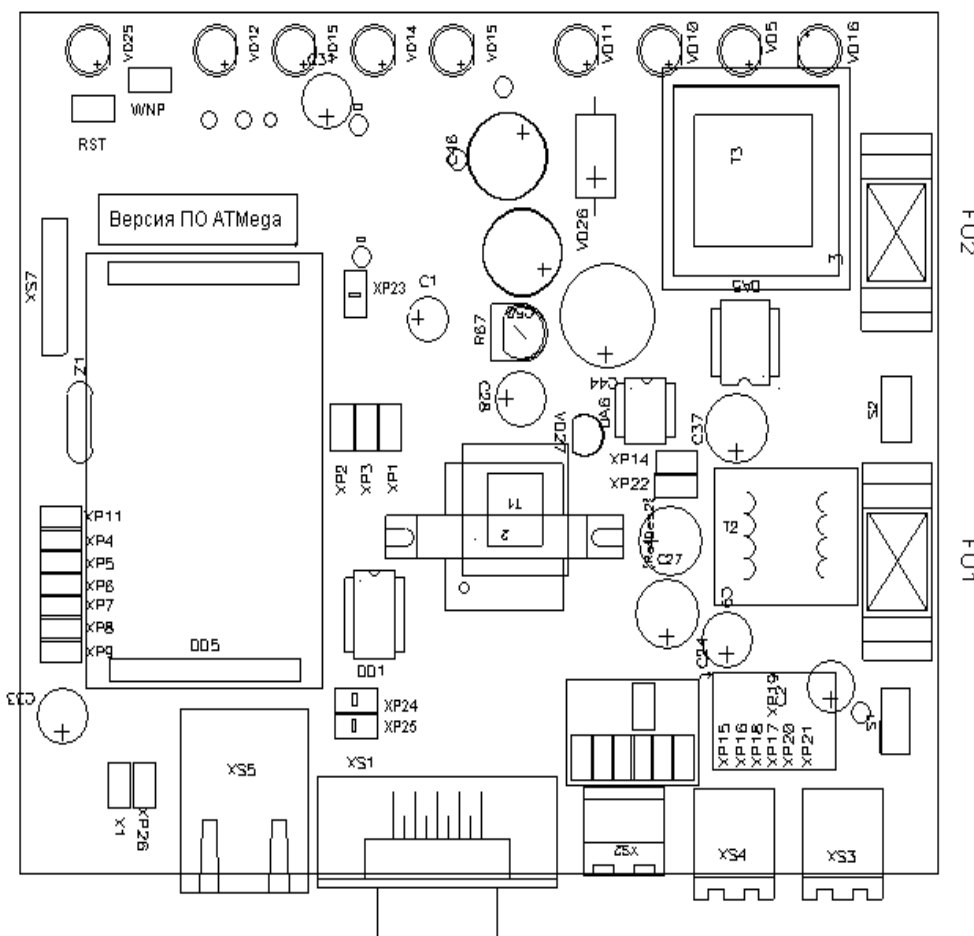

Рисунок 5: Расположение переключкам на плате коммуникатора
4.6 Выбор необходимой конфигурации коммуникатора в зависимости от типа поддерживаемого устройства осуществляется конфигурационными переключками и установкой модуля ТСР/ІР-01 с необходимой программой (см. табл. 2). Расположение переключкам приведено на рис. 5.
4.7. Версия программного обеспечения микроконтроллера ATmega написана на соответствующей этикетке (см. рис. 5).
Исключение составляет переключка WNP (см. рис. 5). При включении питания коммуникатора при установленной переключке WNP действуют заводские значения ip-параметров (пароль доступа к конфигурации не установлен). Если переключка WNP снята, то действуют установленные пользователем параметры. **Если переключка WNP установлена, то коммуникатор находится в режиме установки ip-параметров и работать не будет. После завершения установки ip-параметров ее обязательно нужно снять.**